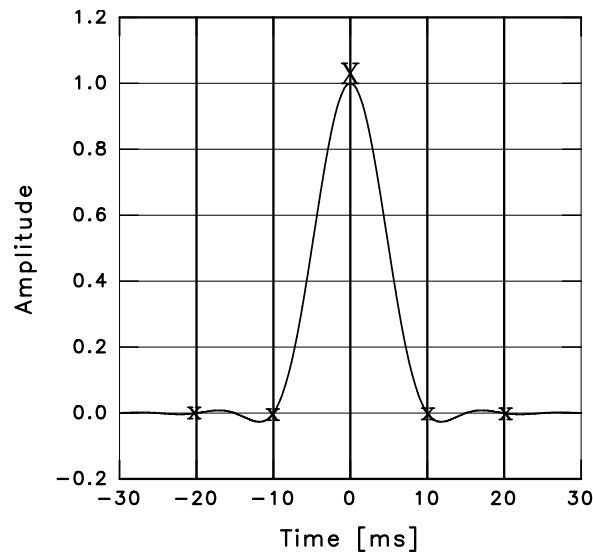

Abbildung 15.1: Raised-Cosine-Impuls, Abtastzeitpunkte mit X bzw. x markiert
2. An den Abtastzeitpunkten (z. B. alle 10 msec bei Schrittgeschwindigkeit 100 /sec) weisen die RC-Pulse bis auf den *richtigen* Zeitpunkt jeweils Nulldurchgänge auf. Dies bedeutet, daß die Impulse in Schrittabständen komplett überlappt werden dürfen, obwohl sie selbst z. B. die vierfache Länge der rechnerischen Schrittlänge aufweisen. Dies führt zu einer sehr hohen Informationsdichte. Um diesen Zusammenhang zu verdeutlichen, wurden in Abbildung 15.1 auf der nächsten Seite die Abtastzeitpunkte an einem 100-Bd-RC-Impuls markiert.